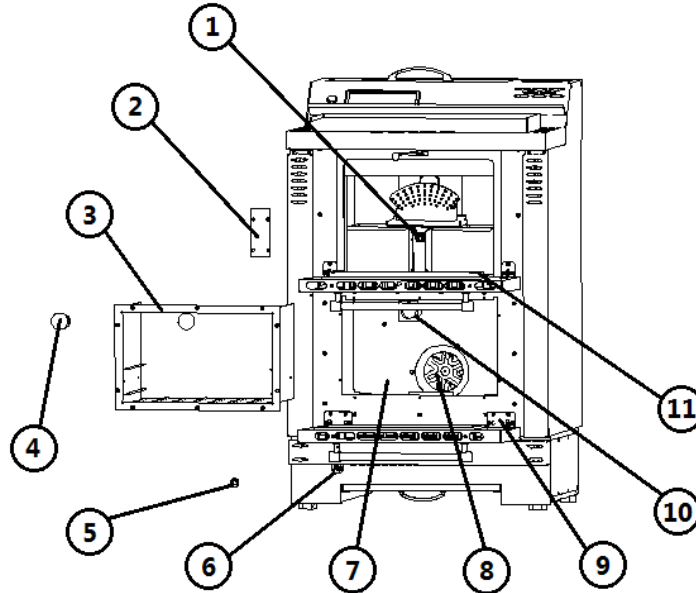

Fig. 35 - Vista frontal
**LEGENDA Fig. 35 pág. 34**
- Desaparafusar os 4 parafusos da tampa da vela de ignição (ver **Fig. 35 pág. 34**).